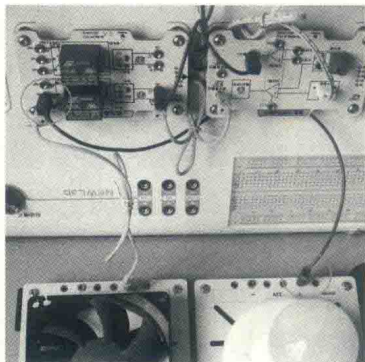

图1-4 继电器模块连接指示灯正极
3) 使用一条蓝色连接线将继电器模块的J9接口与指示灯模块的正极接口相连接，如图1-4所示。